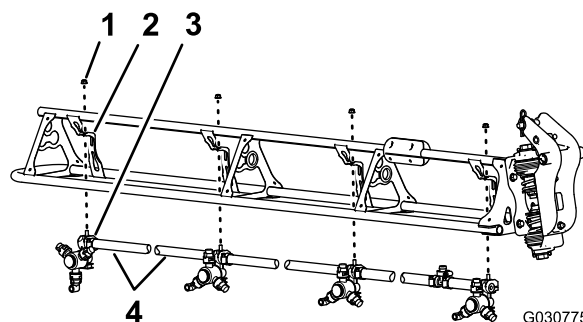

Bild 132
1. Schneiden Sie den Schlauch zwischen zwei Sprühdüsen durch (Bild 132).
2. Entfernen Sie die Sicherungsbundmutter (5/16"), mit der die Sprühdüse an der Düsenstütze befestigt ist (Bild 132).